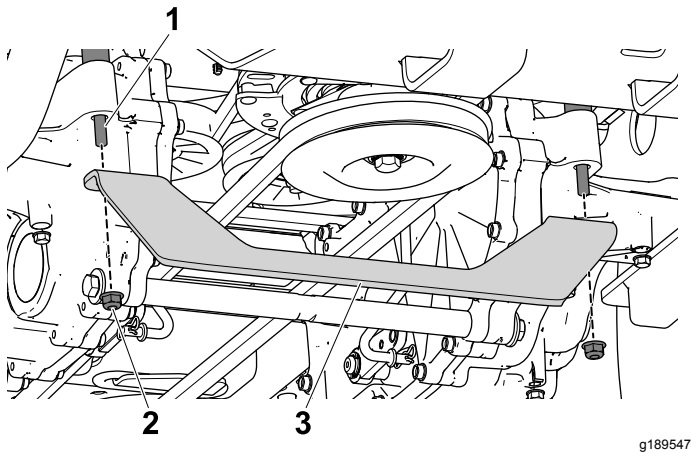

Figura 15
1. Rimuovete i 2 dadi flangiati dai bulloni di supporto sulle trasmissioni sinistra e destra e metteteli da parte (Figura 15).
2. Allineate la staffa ai bulloni di supporto e fissateli con i 2 dadi flangiati che avete rimosso nel passaggio precedente (Figura 15).